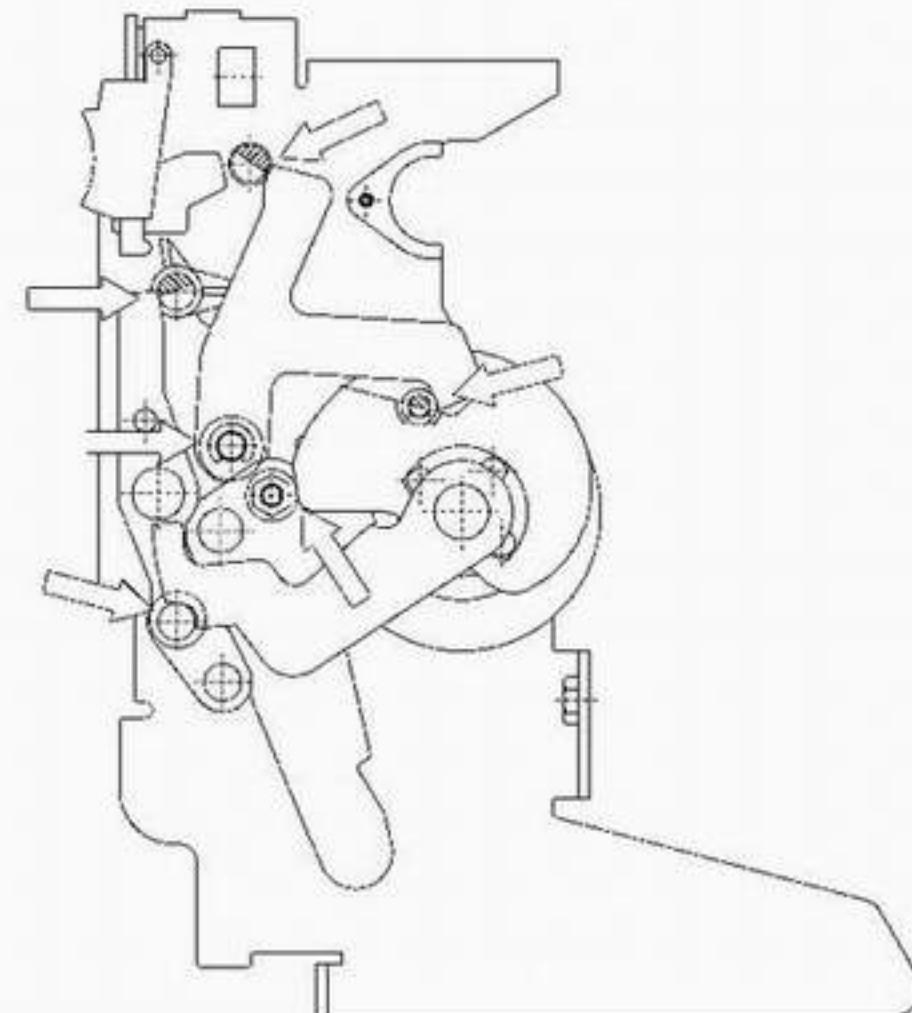

图 34
- 给所有的小轴, 分合闸钩块加 5 RX MOLY(OLEOTECNICA)或类似的润滑油(图 34)